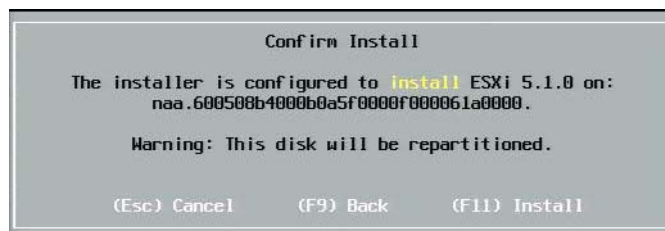

Figura 14-33. Confirmação de instalação do ESXi
7. Na janela Confirm Install (Confirmar instalação) (Figura 14-33), pressione a tecla F11 para confirmar a instalação e o reparticionamento.